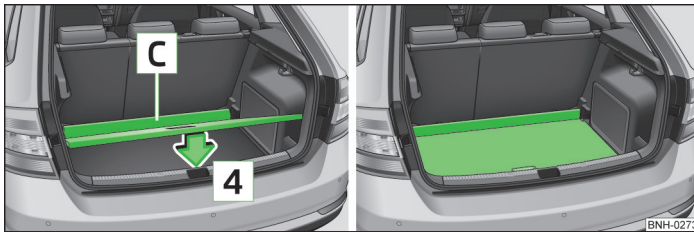

Abb. 72 Variablen Ladeboden in die untere Position einstellen / variabler Ladeboden in der unteren Position
- › Den variablen Ladeboden bis zum Anschlag in Pfeilrichtung **3** einschieben, bis dessen vorderer Bereich **C** » Abb. 72 angehoben ist.